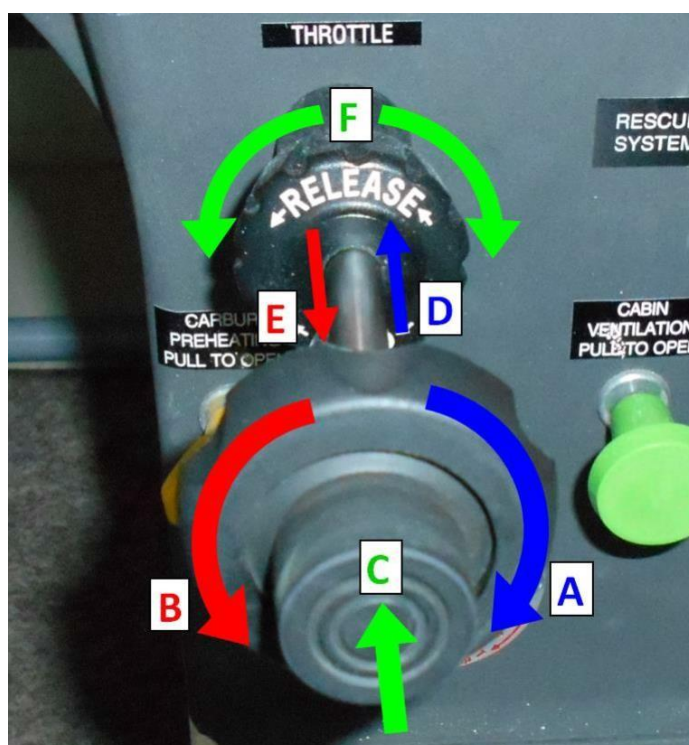

Figure 7-15 : Contrôle des gaz
La manette des gaz étiquetée **THROTTLE** est un bouton noir installé dans la console centrale (Fig. 7-15). Elle est configurée pour que le papillon des gaz soit ouvert en position avancée et fermé en position arrière complète. La manette des gaz est actionnée en tournant le bouton dans le sens des aiguilles d'une montre pour augmenter (A) ou dans le sens inverse des aiguilles d'une montre pour la diminution (B) du régime moteur. Pour les réglages rapides ou importants, le bouton peut être déplacé vers l'avant pour augmenter (D) ou vers l'arrière pour diminuer (E) le régime moteur en appuyant sur le bouton de verrouillage (C) à la fin de la commande d'accélération, puis en repositionnant celle-ci comme désiré.